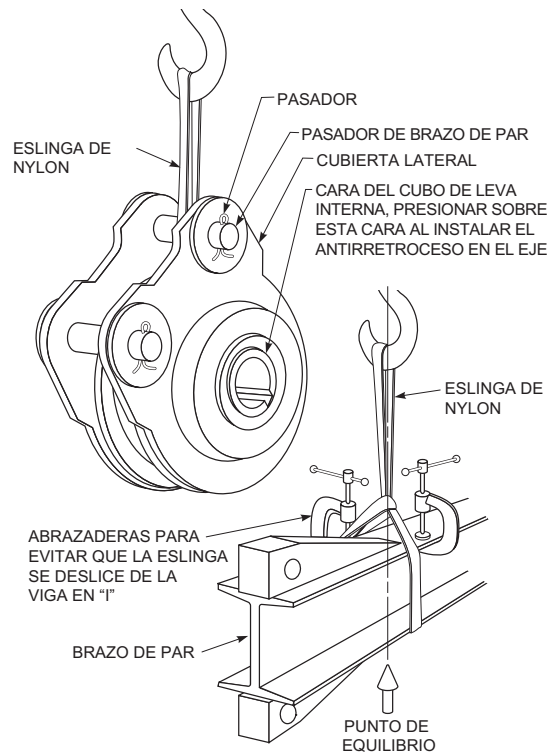

Figura 5
4. Consulte la Figura 5 de la página 5. Levante el antirretroceso y deslícelo en el eje. Aplique fuerza axial únicamente en la cara de la leva interna del antirretroceso. El antirretroceso debe estar colocado de manera que cumpla los requerimientos mínimos de ajuste, los cuales varían con el tamaño del antirretroceso y el tamaño del barreno. El enganche mínimo requerido está determinado por la distancia MAS GRANDE de:
1. Levante el brazo de torsión como se muestra en la Figura 5, página 5 y ensámblelo al antirretroceso con el perno del brazo de torsión y los pasadores que se surten con el antirretroceso. Bloquee las clavijas (dóblelas).